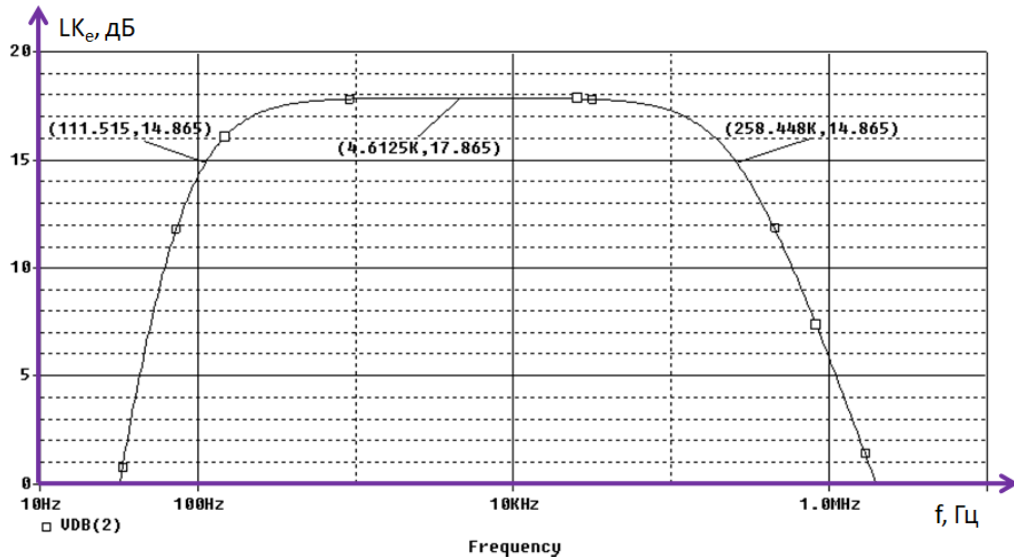

Рис. 4. Амплитудно-частотная характеристика усилителя
- Запустить схему на расчет (клавиша **F11** или пиктограмма ) и получить амплитудно-частотную характеристику усилителя (рис. 4).
значение логарифмического коэффициента усиления, найденное по ЛАЧХ на средней частоте. Затем найденную точку нужно отметить маркером курсора (пиктограмма **Mark Label** ) , он позволяет вывести на экран координаты точки, помеченной курсором (рис. 4).